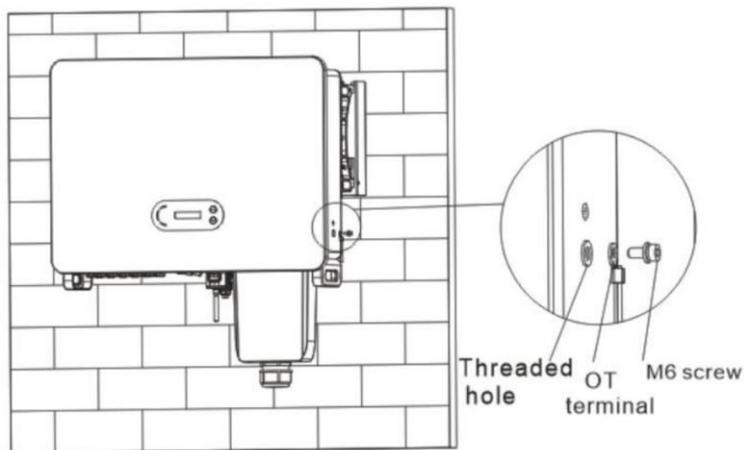

Figura 5-4 Diagrama de instruções de aterramento externo do inversor
Passo 2: Selecione o diâmetro do cabo apropriado de acordo com a tabela 5-1, processe o cabo de acordo com os seguintes requisitos de tamanho de imagem e, em seguida, passe Junta impermeável PG; O fio PE está conectado à posição de aterramento do recipiente. PE externo consulte a Figura 5-4 Instruções de aterramento externo do inversor diagrama.